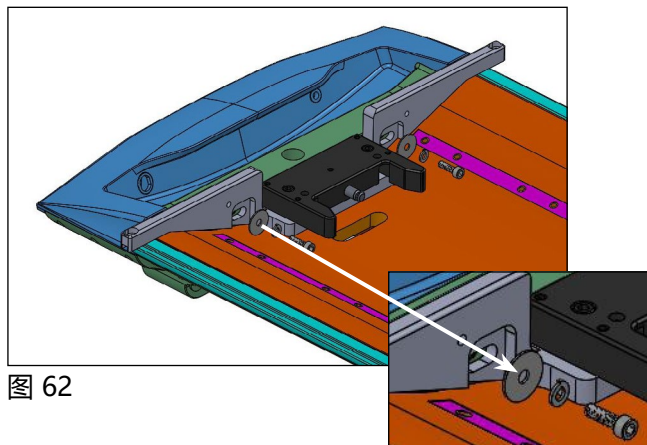

图 62
3. 使用内六角螺钉 (3001551)、开口锁紧垫圈 M6 (3001826) 和超大 M6 垫圈 (3002347) 将碰锁配件固定在床板上。拧紧螺钉时, 确保碰锁配件位于 CT 中心 (图 62)。